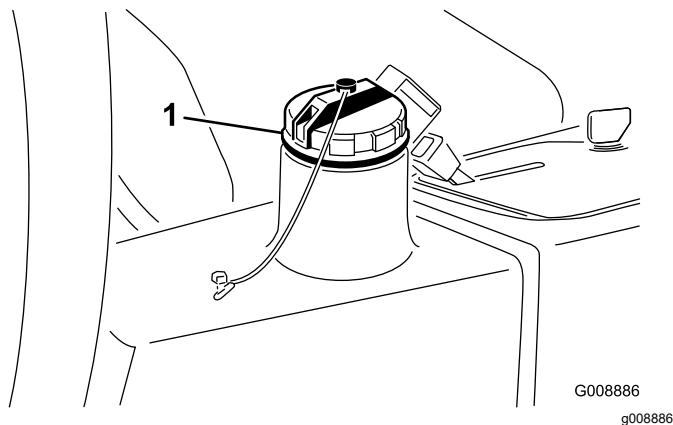

Рисунок 81
4. Залейте в гидравлический бак (Рисунок 81) приблизительно 13,2 литра гидравлической жидкости; см. Проверка гидравлической системы \(страница 27\).